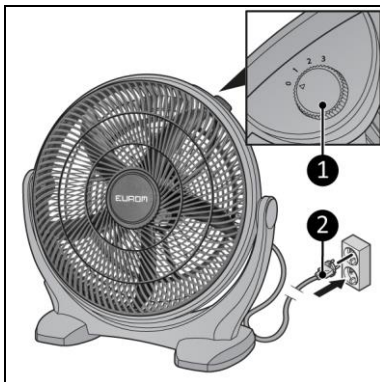

Figure 4
3. Assurez-vous que le bouton de commande est en position OFF (figure 4, pos. 1).
4. Insérez la fiche d'alimentation (figure 4, pos. 2) dans une prise murale reliée à la terre et facilement accessible. Utilisez une prise murale d'une puissance minimale de 50 watts.